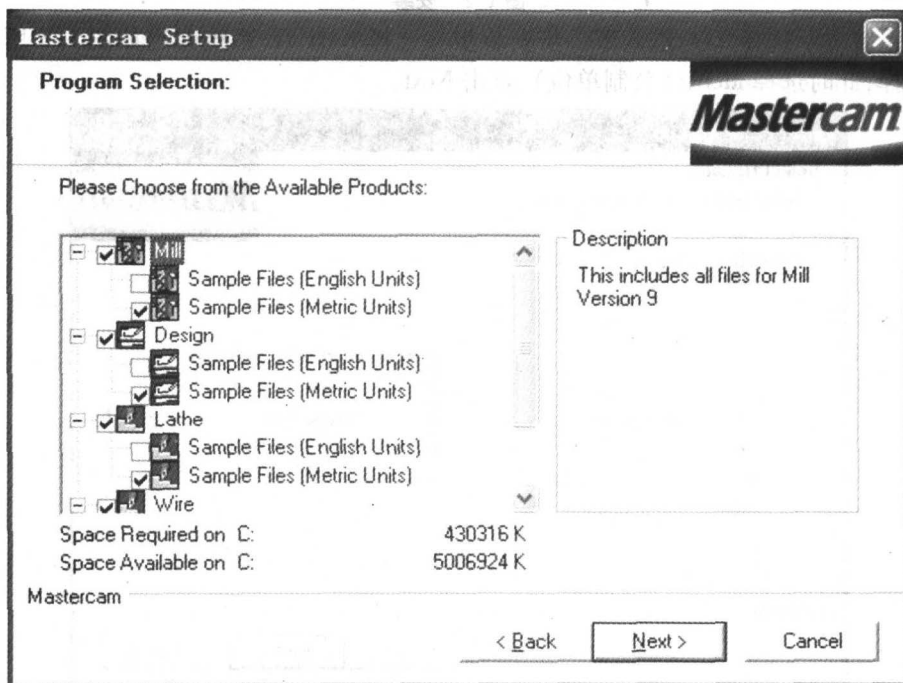

图 1.5 选择安装模块
5. 如图 1.5 所示,按系统提示,选择所需要安装的模块,点击 Next,系统开始安装软件。